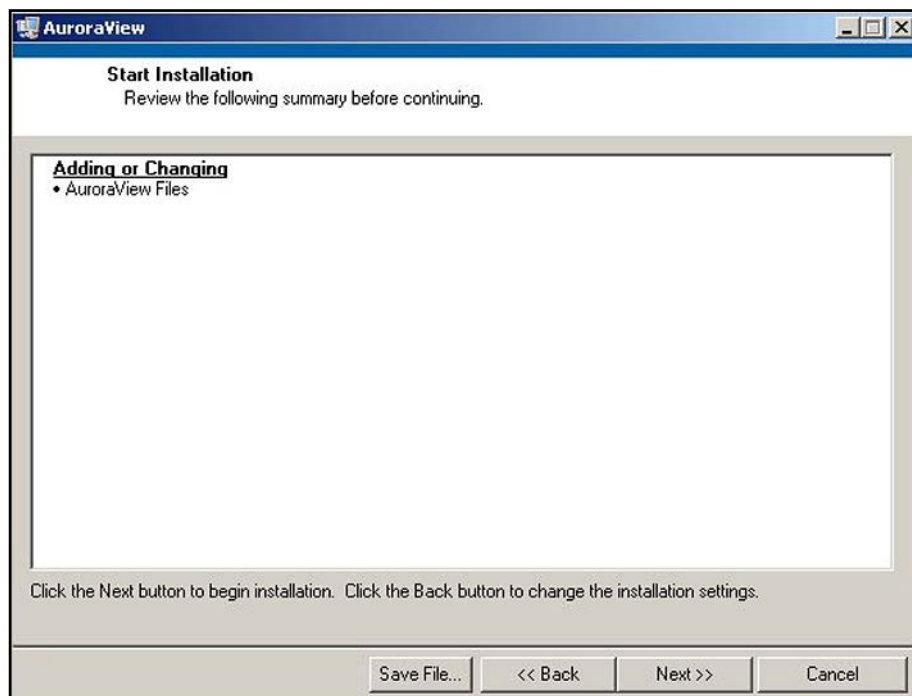

図 56: インストールの開始
7. 次の画面（以下の図 56 を参照）には、インストールを開始するための手順が表示されます。準備ができたら **Next**（次へ）をクリックします。